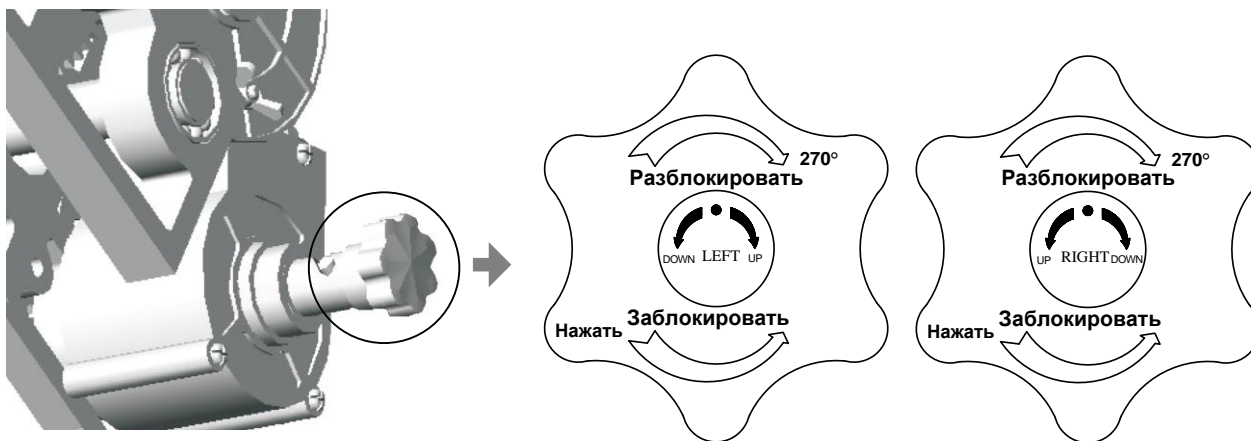

Рисунок 5. Ручная разблокировка шлагбаума
Для разблокировки шлагбаума используется рукоятка (Рисунок 5) внутри тумбы шлагбаума. Для выполнения разблокировки необходимо повернуть рукоятку по часовой стрелке до упора ($\sim 270^\circ$), после чего возможно открытие (UP) и закрытие (DOWN) стрелы руками. Чтобы вернуть привод в заблокированное состояние необходимо нажать и повернуть рукоятку против часовой стрелки до упора, после чего открытие и закрытие осуществляется шлагбаумом.